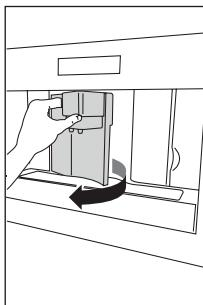

Fig. 23
- Deschideți ușa de serviciu din partea frontală a aparatului (Fig. 23), scoateți tăvița de scurgere (Fig. 24) și curățați-o.